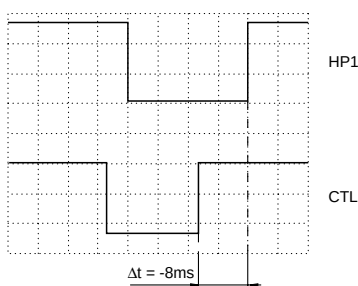

Fig. 23
- A l'aide des touches **◀** / **▶** régler l'intervalle de temps entre l'impulsion de commutation de têtes et le flanc ascendant de l'impulsion de synchronisation CTL à $\Delta t = -8\text{ms}$ (Fig. 23).
- Using the **◀** / **▶** buttons set the time interval between the head pulse and the rising edge of the CTL pulse to $\Delta t = -8\text{ms}$ (Fig. 23).